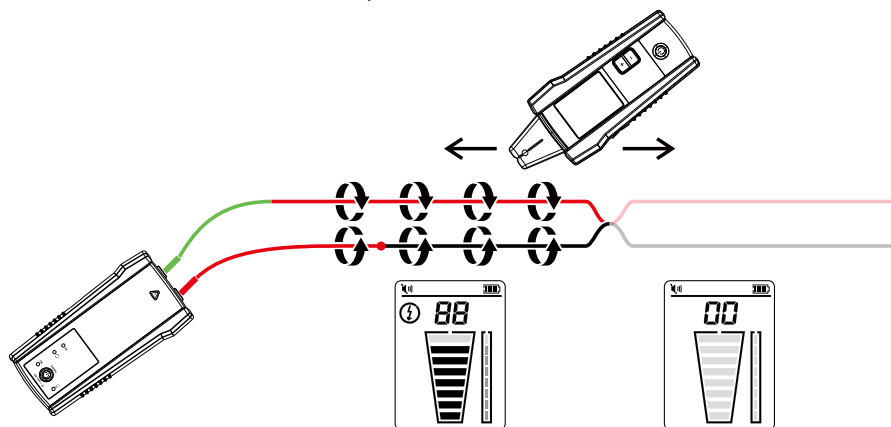

Figura 4.3: Rastreo de un cable para buscar cortocircuitos
1. Conecte el transmisor con los terminales de prueba al circuito, tal como se muestra en la Figura 4.3.